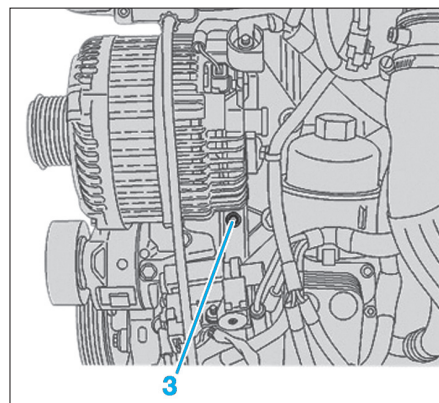

Fig. 2
- Desserrer la vis (3) de quelques tours (Fig.2).